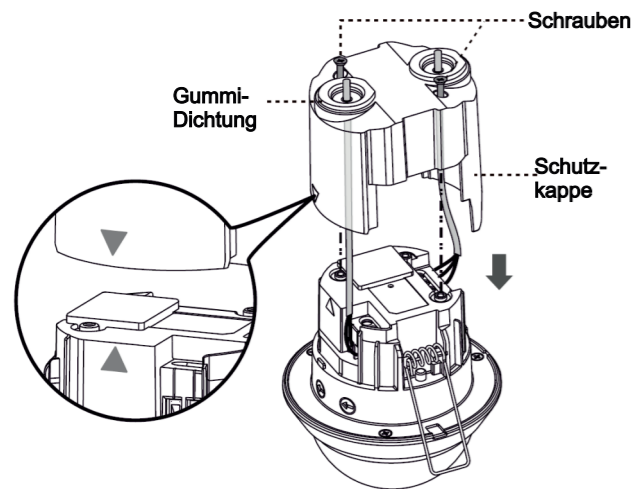

Bild 8
3.4.2 Stechen Sie einen Schraubendreher durch Gummidichtung. Führen Sie dann das Kabel durch die Dichtung. (Siehe Bild 8)
3.4.3 Bitte beachten beim Anschluss Sie die Bilder 5 und 6. Beim Schließen der Kappe beachten sie bitte das die Lage der Pfeile an der Kappe und dem Gehäuse übereinstimmen. Schrauben Sie die Schutzkappe fest. (Siehe Bild 8)